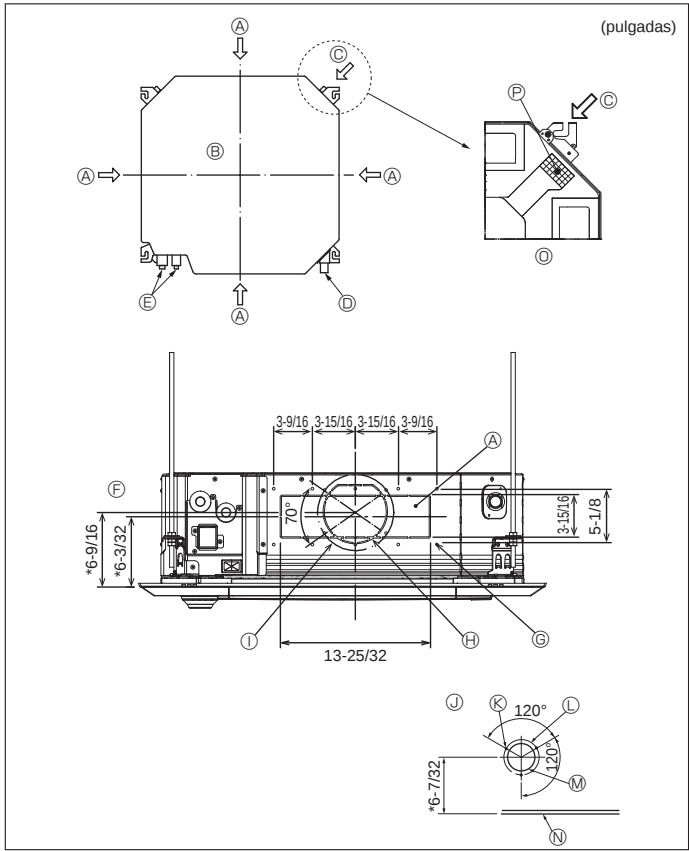

Fig. 2-3
2.3. Orificio del conducto de derivación y orificio de entrada de aire fresco (Fig. 2-3)
En el momento de la instalación, utilice los orificios de los conductos (recortados) situados en las posiciones indicadas en la Fig. 2-3, siempre que sea necesario.